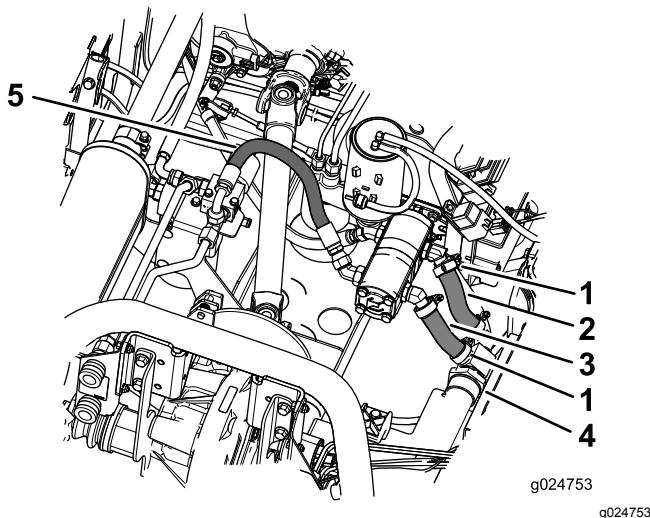

図 12
4. 大きいT字フィッティングと 90° フィッティングを ホース回転させて油圧ホースに接続する。フィッ ティングを回転させるとホースを楽に取り付けるこ とができます。図 12を参照。
5. ホースクランプを使ってホースを固定する図 12。